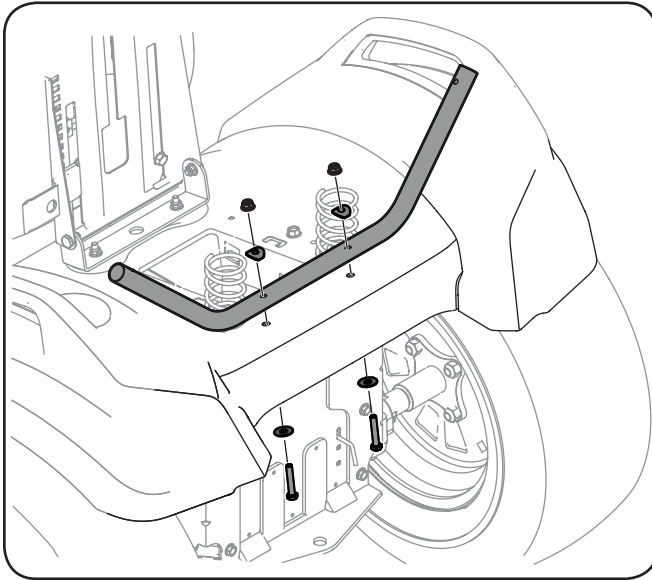

Figura 3-5
- Use dos tuercas de seguridad con brida (n.º 10), dos arandelas cóncavas (n.º 9), dos arandelas planas (n.º 13) y dos tornillos hexagonales (n.º 14) para montar el soporte trasero (n.º 1) en el bastidor del tractor como se indica en la Figura 3-5.